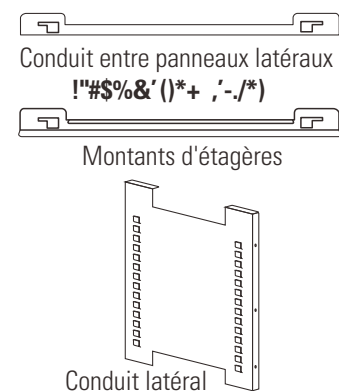

Figure 1-8. Montants d'étagères et conduit latéral
1. Installez les conduits latéraux en orientant les languettes vers le centre de la cuve, les fentes et les plus petites découpes vers le haut. Chaque conduit peut être indifféremment placé à gauche ou à droite. Il suffit d'en retourner un pour l'adapter au côté opposé. Inclinez les conduits latéraux en les plaçant dans la cuve pour que leurs parties supérieures s'enfilent dans le conduit d'air supérieur, puis guidez-les pour les placer en position verticale. La Figure 1-8 représente le conduit tel qu'orienté pour le côté droit de la cuve.